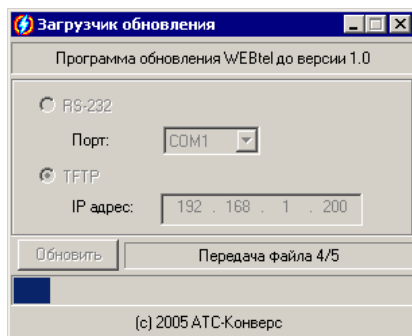

Рисунок 31 – Отображение процесса обновления ПО адаптера
10.6.3 Нажмите кнопку «Обновить», при этом должен начаться процесс передачи данных в адаптер, в статусной строке отображается оставшееся количество передаваемых файлов (рисунок 31).